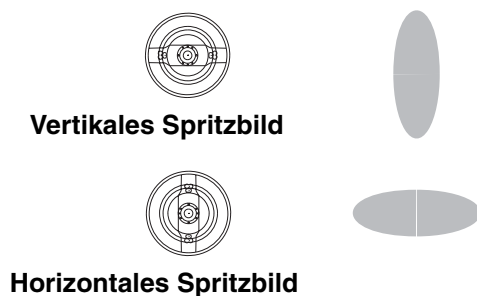

Abb. 11. Luftkappenstellungen
2. Haltering der Luftkappe lösen und Luftkappe für die Einstellung eines vertikalen oder horizontalen Spritzbildes drehen. Siehe Abb. 11. Den Haltering festziehen, um die Luftkappe zu sichern. Die Luftkappenhörner sollten nicht von Hand gedreht werden können.